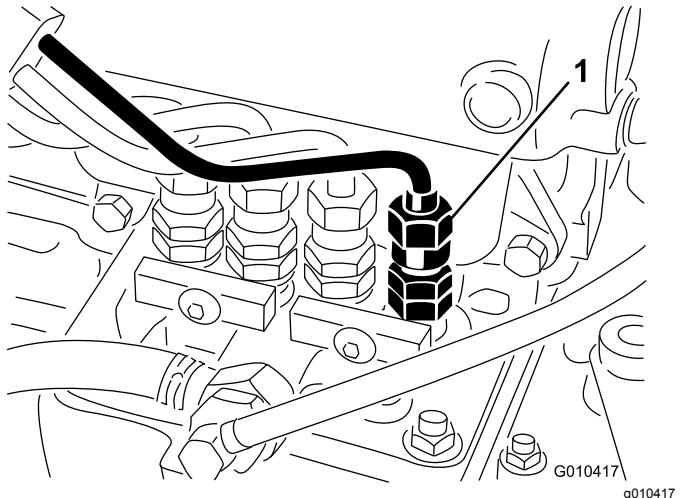

図 36
1. 燃料噴射ポンプの No.1インジェクタノズル図 36へのパイプ接続部をゆるめる。